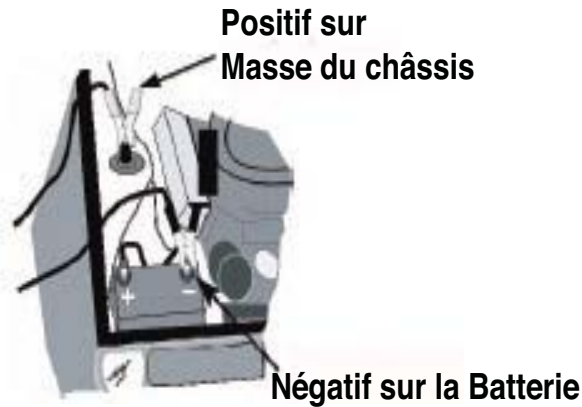

Figure B.4. Masse Positive
2. Brancher la pince NÉGATIVE (noire) du chargeur de batterie sur une pièce métallique épaisse du châssis du véhicule ou du bloc du moteur loin de la batterie. **NE PAS** raccorder la pince NÉGATIVE (N) (noire) du chargeur sur la terminale NÉGATIVE de la batterie, le carburateur, les tuyaux à combustible ou les pièces en tôle.
b. Véhicules à masse positive (voir la Figure B.4)